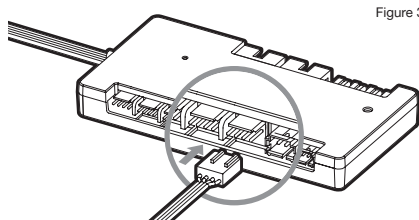

Figure 3
4. Подсоедините 4-контактный разъем вентилятора насоса блока XD5 RGB к отверстию вентилятора #6 на Вашем контроллере CORSAIR iCUE Commander PRO (Рис. 3).